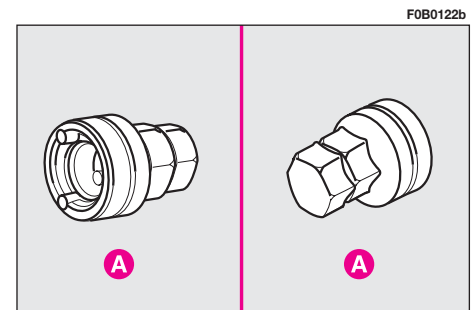

fig. 7
12) Allentare di circa un giro i bulloni di fissaggio della ruota da sostituire; per svitare il bullone antifurto, utilizzare lo specifico adattatore **A**-fig. 7 fornito in dotazione.